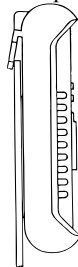

Рис. 6.4
4. Закреплять мегомметр на вертикальной поверхности во время работы и/или хранения (рис.6.4).